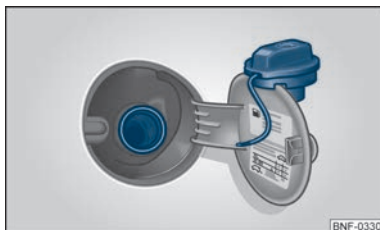

Bild 89 Tanklucka med avskruvat tanklock
Fordonet kan endast köras med **blyfri bensin**, som uppfyller normen **EN 228** (i Tyskland även **DIN 51626 - 1** eller **E10** för blyfri bensin med oktantal **95 ROZ** och **91 ROZ** eller **DIN 51626 - 2** eller **E5** för blyfri bensin med oktantal **95 ROZ** och **98 ROZ**). Informationen om vilket ROZ som motorn behöver, finns på insidan av tankkluckan ⇒ bild 89.
- Skruva av tanklocket åt vänster och placera det uppifrån på tankluckan ⇒ bild 89.